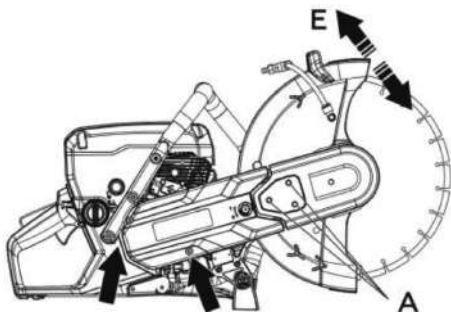

Рис. 51
3. Замените приводной ремень. Поверните натяжитель ремня (В) в положение «I», чтобы натянуть приводной ремень (рис. 51).